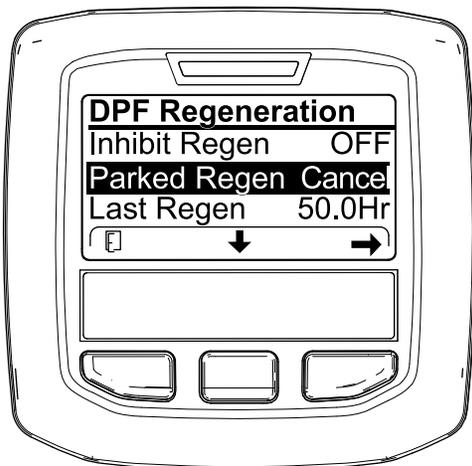

Figure 69
1. Ouvrez le menu DPF Regeneration (régénération du FAP) (Figure 69).
2. Appuyez sur le bouton central pour naviguer jusqu'à l'option PARKED REGEN CANCEL (Figure 69) ou RECOVERY REGEN CANCEL (Figure 70).
3. Appuyez sur le bouton droit pour sélectionner l'option Regen Cancel (annulation de régénération) (Figure 69 ou Figure 70).